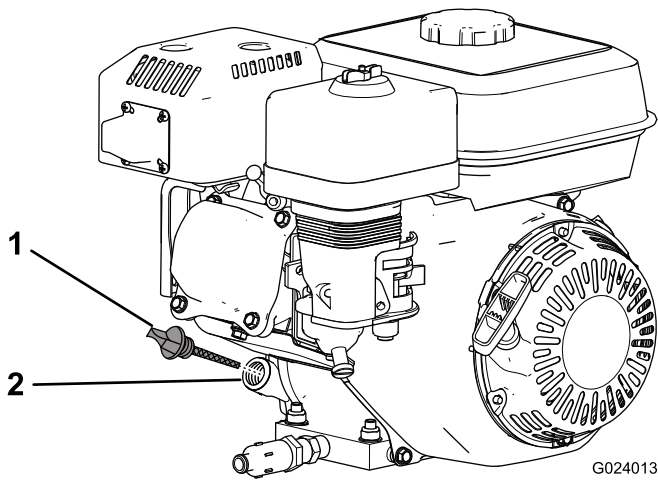

Рисунок 26
2. Заглушите двигатель, подождите пока он остынет, и очистите поверхность вокруг крышки маслозаливной горловины/щупа (Рисунок 26).